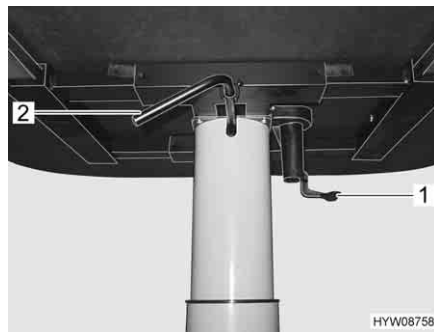

Fig. 52 Regolazione del tavolo rialzabile
- Tirare verso il basso la leva di serraggio (Fig. 52,1).
- Ruotare la leva (Fig. 52,2) che si trova sotto il piano del tavolo verso il basso. Il meccanismo di sollevamento nel piede del tavolo viene sbloccato.
- Ruotare la leva (Fig. 52,2) che si trova sotto il piano del tavolo verso il basso. Il piano del tavolo va automaticamente verso l'alto fino al fine corsa.